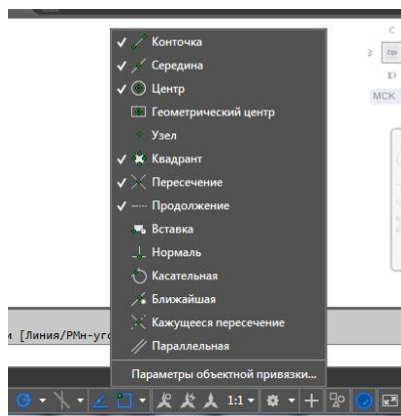
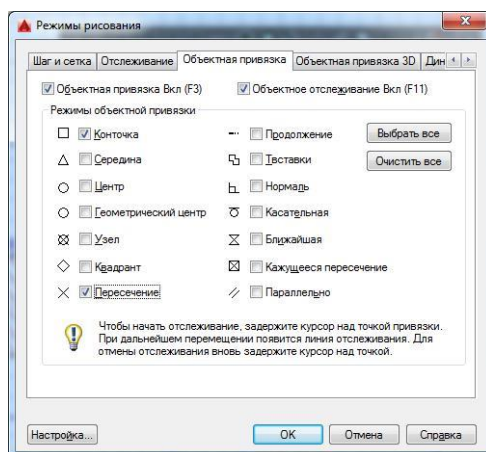

Рис. 2.
Рис.3.
ты с файлом) устанавливаются после включения кнопки  в строке состояния (рис.2).
Также постоянные режимы объектной привязки можно задать через диалоговое окно установки (рис.3), где в нужных окошках выставляются флажки. Оно вызывается из строки состояния (рис.2) *Параметры объектной привязки*. Постоянными удобно иметь привязки "Конечная точка" и "Пересечение"
8. Если Вы хотите, чтобы панель временных объектных привязок присутствовала на рабочем столе AutoCADa, вызовите из меню *Сервис* □ *Панели инструментов* □ *AutoCAD* □ *Объектная привязка* (рис.3). Появившуюся панель расположите в удобном месте за пределами графической зоны (например, вверху).
11. Установите постоянную объектную привязку "Конточка". Для этого в окне "Режимы рисования" (рис. 3) поставьте флажок в окошке "Конточка".
14.1. Создайте 3 слоя "Вспомогательный", "Основной" и "Осевые" Тип линий на осевом слое – Осевая 2. В диалоговом окне "Режимы рисования" (рис.3) на вкладке "Объектная привязка" установите объектные привязки "Пересечение" и "Центр". На вкладке "Отслеживание" задайте углы 45° и 135°.